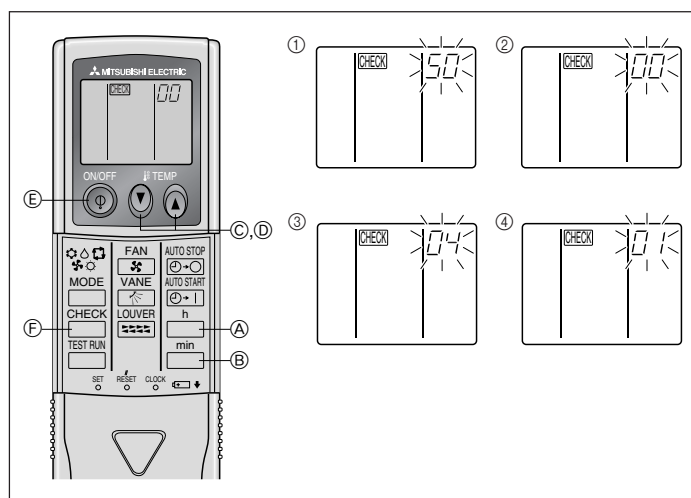

Fig. 6-9
- ⑧ Premere il pulsante MODE (E); il modo e il numero del parametro (I) e (II) cambieranno restando costantemente accesi. Si può confermare il contenuto dell'impostazione.
- ⑨ Premere contemporaneamente i tasti (A) FILTER e (B) TEST RUN per almeno due secondi. La schermata di selezione funzioni scompare temporaneamente e appare l'indicazione di condizionatore d'aria spento.
2) Per il regolatore a distanza senza fili (Fig. 6-9)